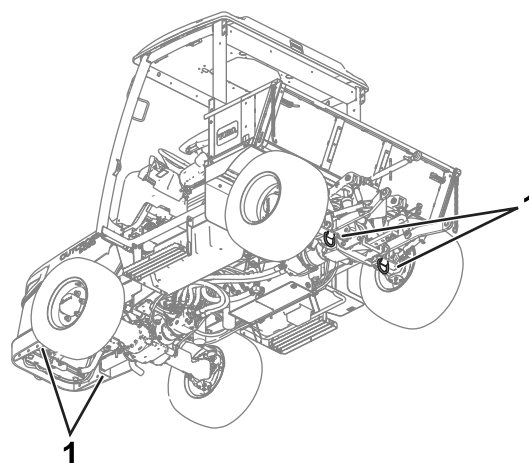

図 65
- マシンはロープがけポイント図 65を使って確実に固定してください。